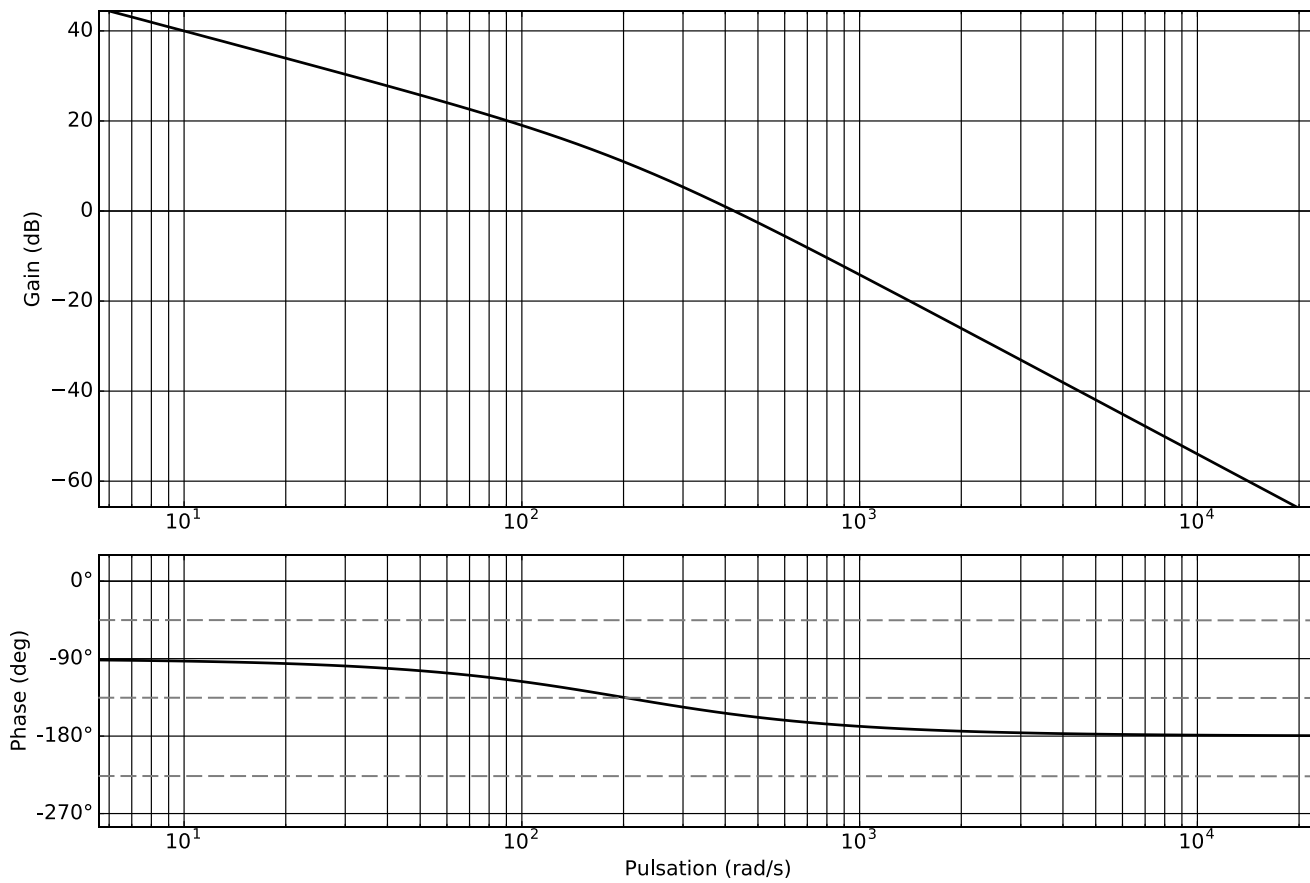

Figure R4 : diagramme de Bode de la fonction de transfert en boucle ouverte non corrigée de la boucle de position  $H_{bo_\Theta}(j\omega)$
**Question 21** À partir du diagramme de Bode de la fonction de transfert en boucle ouverte  $H_{\text{bo}_\Theta}(j\omega)$  (figure R4 du document-réponses), tracer le diagramme asymptotique de cette fonction. Proposer une expression numérique de la fonction de transfert  $H_{\text{bo}_\Theta}(p)$
**Question 23** Superposer en couleur sur la figure R4 le diagramme asymptotique de Bode de la fonction de transfert en boucle ouverte corrigée  $H_{bo\_cor}(j\omega)$ . Préciser l'allure des courbes de gain et de phase.
Puis, mettre en évidence et déterminer graphiquement sur la figure R4 du document-réponses la marge de gain  $M_g$  et la marge de phase  $M_\phi$  de la boucle de position corrigée.